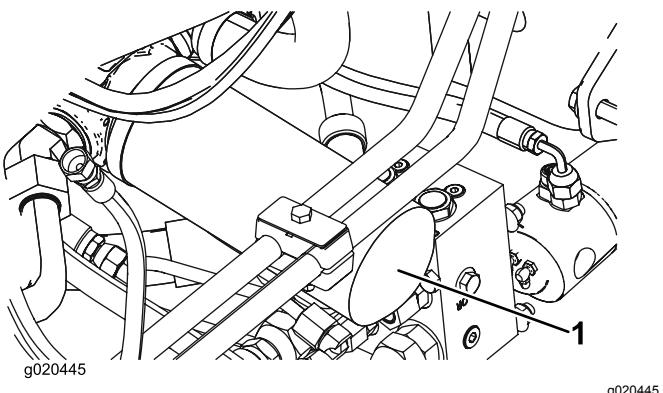

Figura 100
2. Pulite le superfici circostanti il filtro. Collocate una bacinella di spурgo sotto il filtro e togliete il filtro (Figura 100).